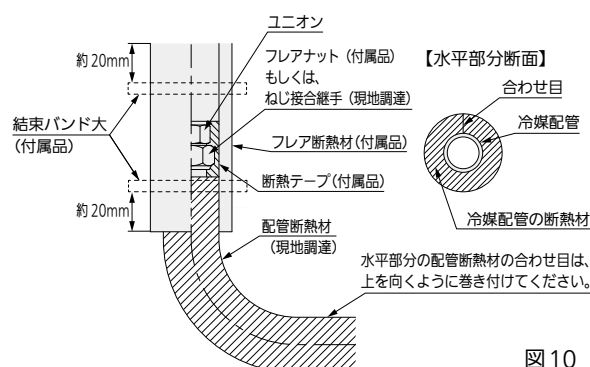

図 10
- 図 10 に従って液管・ガス管とも断熱してください。フレアナット部に断熱テープ（付属品）を巻き付けてください。配管接続部にはフレア断熱材（付属品）を隙間がないように巻き付け、結束バンド大（付属品）で締め付けてください。結束バンドの余分な部分は切断してください。